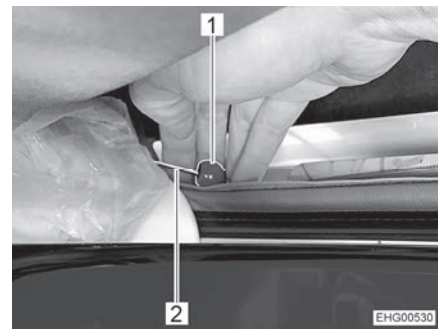

Bild 71 Notentriegelung
- Auf beiden Seiten am roten Knopf (Bild 71,1) des Seilzugs (Bild 71,2) ziehen.